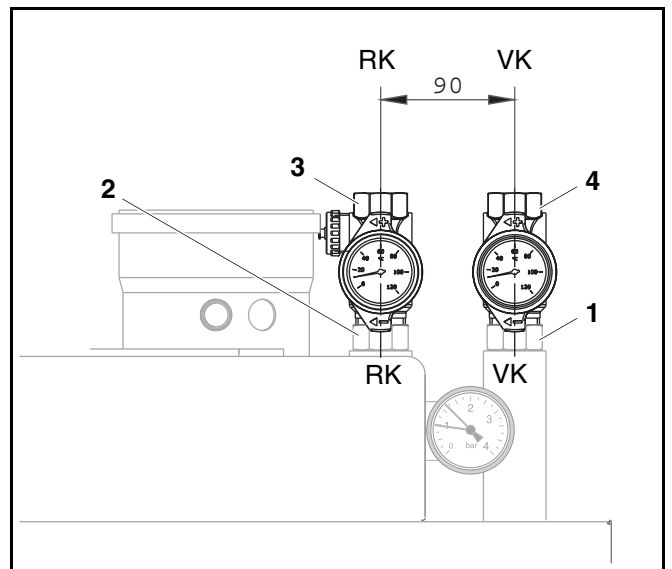

Abb. 22 Anschluss-Set AS HK montieren
- In Rücklaufrohr (Abb. 22, **Pos. 2**) Dichtung $\varnothing 21 \times 30 \times 2$ einlegen und Rücklaufkugelhahn (Abb. 22, **Pos. 3**) anschrauben.
- In Vorlaufrohr (Abb. 22, **Pos. 1**) Dichtung $\varnothing 21 \times 30 \times 2$ einlegen und Vorlaufkugelhahn (Abb. 22, **Pos. 4**) anschrauben.
- Rücklauf- und Vorlaufkugelhahn ausrichten (siehe Abb. 22).